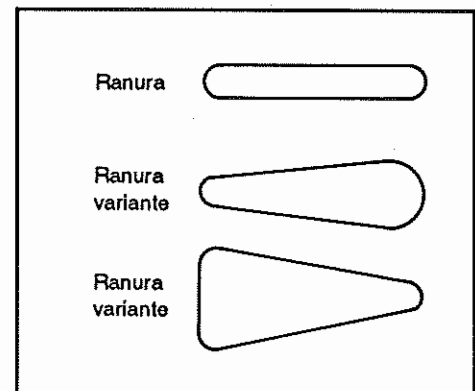

Fig. 6
- ② Es muy importante mantener el extremo superior de la punta de la broca en contacto con las mordazas del tornillo de banco sobre toda la superficie.
- ③ Dado que el material debe estar colocado en el tornillo del banco de modo que los dos agujeros en el material toquen las mordazas del tornillo de banco, usted puede posicionar fácilmente el material insertando en cada uno de los dos agujeros un taladro o una barra tubular cuyo tamaño sea el mismo que los dos agujeros en el material.
- ④ Al cortar el área entre los dos agujeros, se recomienda no golpear fuertemente la broca sino ligeramente a la vez que se mueve con suavidad.
- ⑤ Modo de taladrar una ranura variante : Una ranura variante se puede hacer de dos maneras diferentes como se ilustra en la Fig. 6; se perfora un agujero grande y otro pequeño en ambos extremos izquierdos de la ranura variante que se va a hacer, o se perforan tres agujeros en las tres esquinas de la ranura variante que se va a hacer.